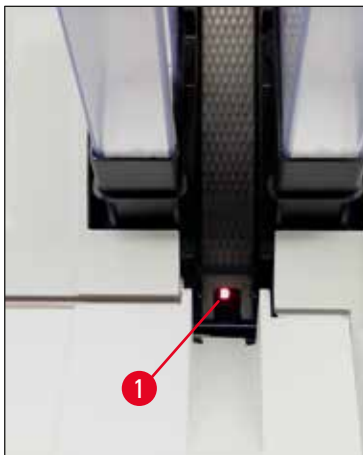

Fig. 49
- Indføringsstation (→ "Fig. 49")